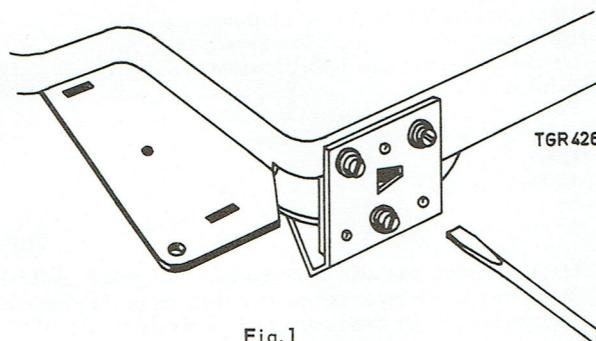

Fig. 1
Au remontage, lors de la fixation du palier inférieur du volant, il faut veiller à ce que la gorge de la poulie moteur soit rigoureusement en ligne avec la gorge du volant et celle de la poulie du galet d'entraînement du plateau droit. La hauteur du volant peut être réglée au moyen de l'équerre de palier (67) voir fig. 1.